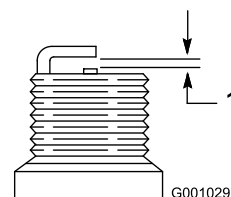

Figure 35
- Réglez l'écartement des électrodes à 0,76 mm (0,030") (Figure 35).